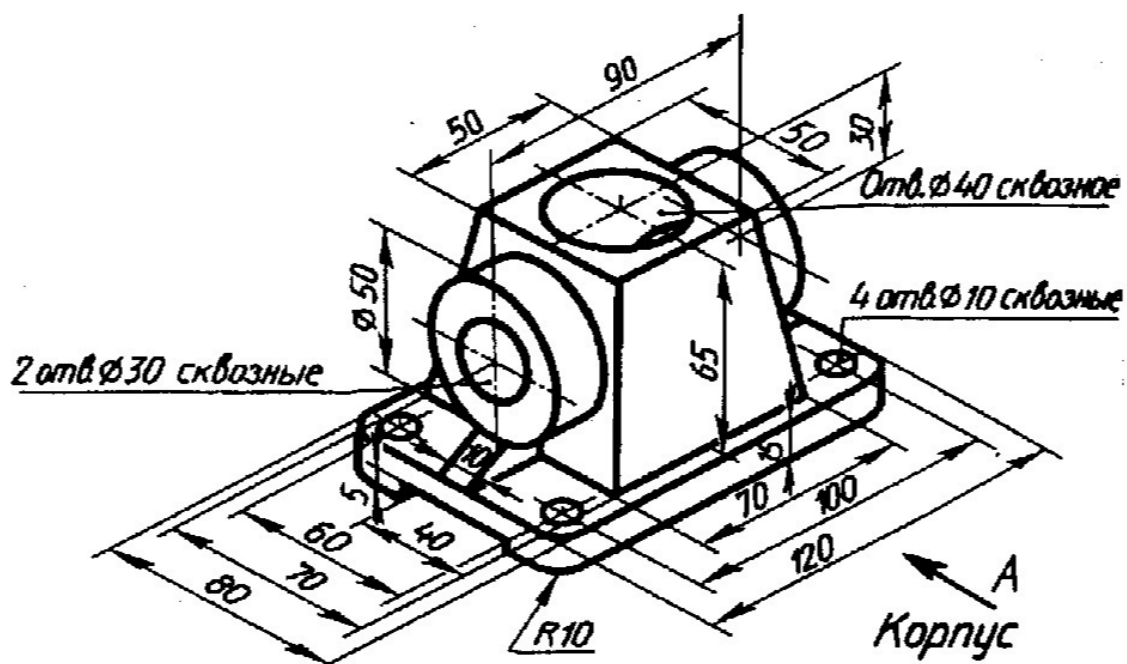

Рис.2
3. Начертить 3 вида детали рис. 2
4. Построить 3D модель детали рис.2